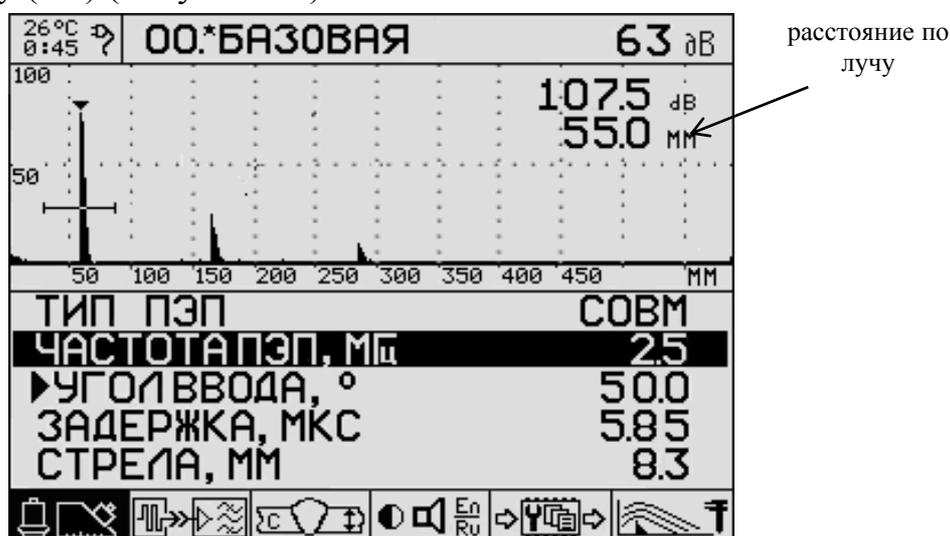

Рисунок 5.5
5.3.4 Нажмите  MENU для входа в режим настройки. В верхнем правом углу будут отображаться (сверху вниз) значения усиления (дБ), амплитуда импульса (дБ) и путь по лучу (мм) (Рисунок 5.5).
5.3.13 Нажмите  MENU для входа в режим настройки. В верхнем правом углу будут отображаться (сверху вниз) значения усиления (дБ), амплитуды импульса (дБ) и пути по лучу (мм) (Рисунок 5.5).